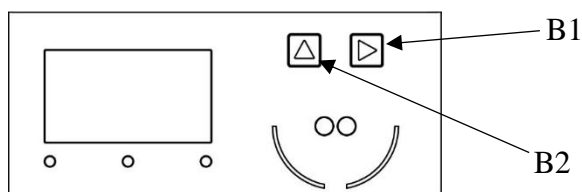

Рис. 1 - Схематичное отображение элементов управления индикацией
- 3.2.9** Для ручного переключения кадров используется кратковременное нажатие на кнопку управления В1 или В2 (рис. 1).